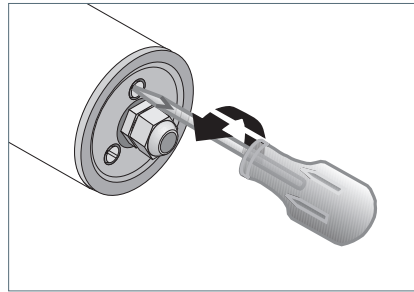

Fig. 2: Seitenteil A öffnen.
- ▶ Lösen Sie die drei Schrauben an der Anschlussseite um ca. 3 bis 4 Umdrehungen, siehe Fig. 2.